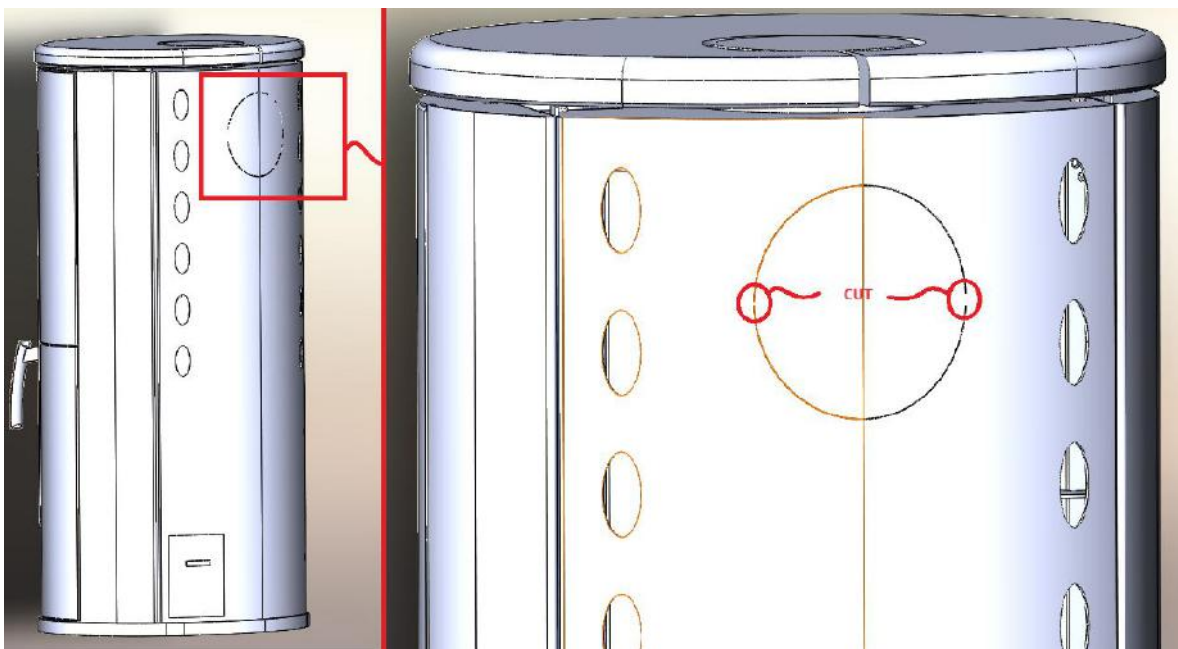

Abbildung 1 Schneiden von Mikroverbindungen auf dem Rücken
2. Abbildung 1 Schneiden von Mikroverbindungen auf dem Rücken	Seite 4
Bei Montage des Kaminofens ist es erforderlich sich an die lokalen Vorschriften für solche Geräte zu halten. Wir empfehlen eine Beratung mit dem zuständigen Schornsteinfeger. Die Kaminöfen werden auf Transportpaletten angeliefert, vorbereitet für den Kaminanschluss nach oben. Vor dem Anschluss des Kamins an den Schornstein muss die Abdeckung des Rauchrohranschlusses vom Kamin entfernt werden. (Abbildung 1 und 2).